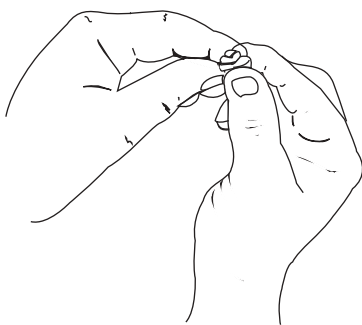

Fig. 64
5. Apriete el filtro para esparcir y retirar el exceso de aceite (Fig. 64).